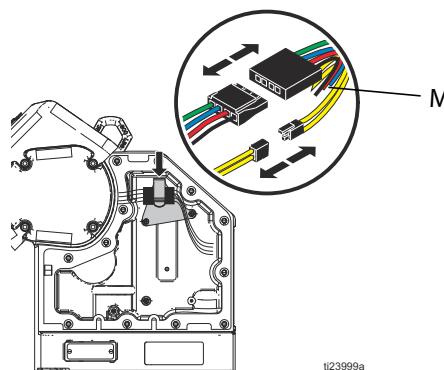

Рис. 19: Провод электродвигателя
- Провода питания и датчика температуры электродвигателя См. Рис. 19 на стр. 16.